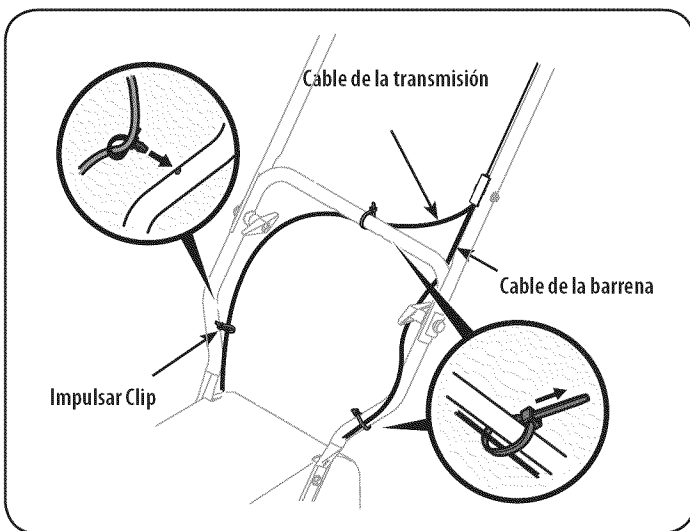

Figure 22
2. Deslice una de las uniones de cable flojas desde el lado derecho de la barra de control inferior hasta el travesaño de la misma. Deje la segunda unión de cable en su sitio a la derecha de la barra de control inferior. Vea la Figure 22 como referencia.
NOTA: El recorrido del cable de la barrena pasa por debajo de la barra de control inferior izquierda y el cable de transmisión pasa a través de la parte superior de la barra de control inferior y por debajo del lado derecho de la misma. Vea la Figure 22.
6. Dos cables de sujeción se han utilizado para atar sin apretar los cables de control de la manija inferior. Un clip de presión también se incluye en el cable de la unidad inferior. Posición de las ataduras de cables ahora, como en la Figure 22, y apriete para fijar los cables a la manija inferior. Recorte el exceso de material de las ataduras de cables. Instale el clip de presión en el orificio en el mango como el indicado en el recuadro a la izquierda en la Figure 22.